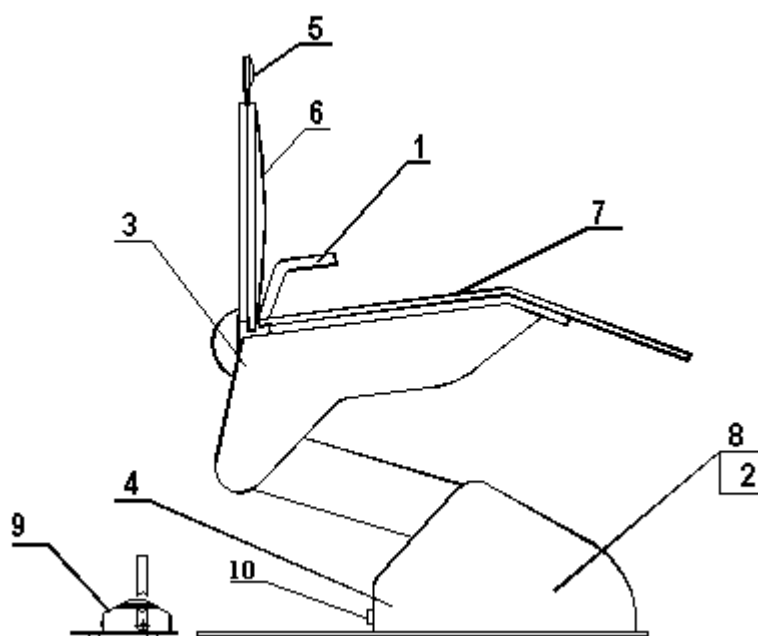
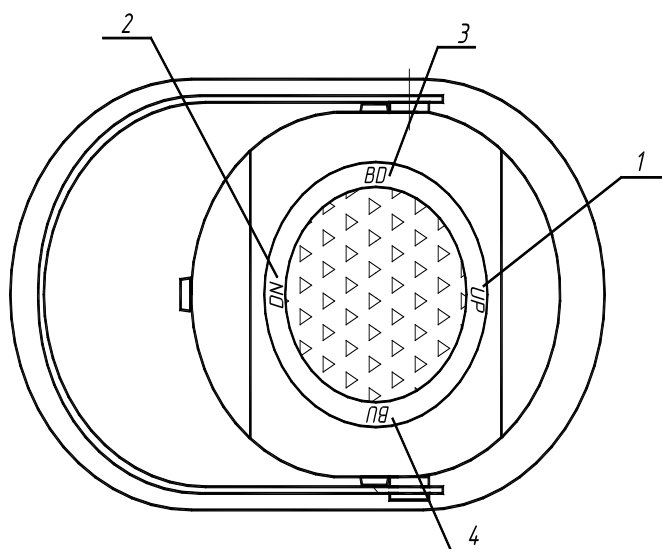

Рис. 1. Кресло стоматологическое электромеханическое КСЭМ-05.
Рис. 2. Педаль управления.
- 2.10. Габаритные размеры кресла в нижнем положении сиденья согласно рис. 1:
- 4.1. Кресло состоит из нижней неподвижной и верхней подвижной части (рис.1).
- 4.2. Нижняя часть включает в себя устройство подъемное 8(рис.1) с электроприводом.
- 4.3. Верхняя часть представляет собой корпус 3 (рис. 1) с закрепленным на нем сиденьем 7, спинкой 6, подлокотником 1, подголовником 5. Спинка приводится в движение электроприводом, расположенным в корпусе 3. Спинка может перемещаться (наклоняться) от вертикального положения до положения «Тренделенбург».
4.4. Подголовник 5 (рис. 1) предназначен для удержания головы пациента в необходимых при лечении положениях. На кронштейне кресла расположенного под крышкой спинки предусмотрена регулировка силы выдвижения подголовника. Для этого необходимо снять пластиковый кожух со спинки кресла и произвести регулировку выдвижения подголовника путем закручивания или откручивания двух винтов через отверстия на боковой поверхности кронштейна.
Включение электроприводов кресла осуществляется педалью 9 (рис.1) путем перемещения джойстика в определенное положение. При этом подъем сиденья кресла осуществляется при перемещении в положение 1 (рис.2), опускание – в положение 2, наклон спинки – в положение 3, ее подъем – в положение 4.
6.4. Включить вилку шнура в сеть. Нажать клавишу включения 10 (рис.1). педалью управления выставить необходимую высоту сиденья кресла и угол наклона спинки.